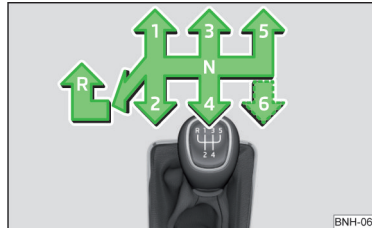

Abb. 185
Auf dem Schalthebel ist das Schaltschema für die einzelnen Gangstellungen dargestellt » Abb. 185.
- › Den Schalthebel nach unten drücken, völlig nach links und dann nach vorn in **R**-Stellung stellen » Abb. 185.